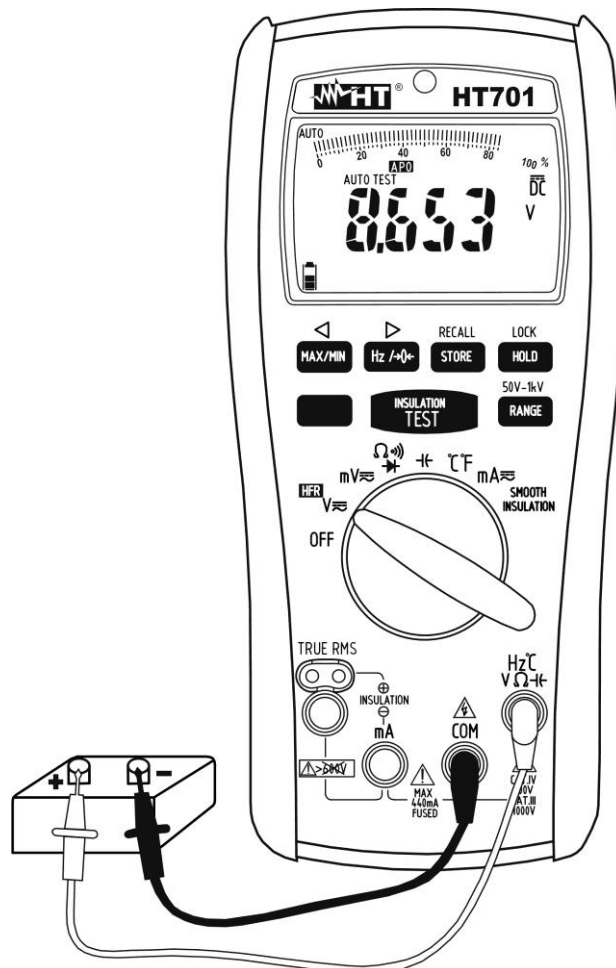

Fig. 2: Uso do instrumento para medir Tensões CC
4. Inserir o cabo vermelho no terminal de entrada **Hz CV Ω H** e o cabo preto no terminal de entrada **COM** (consultar a Fig. 2).
7. A visualização do símbolo "-" no display do instrumento indica que a tensão tem sentido oposto em relação à ligação da Fig. 2.